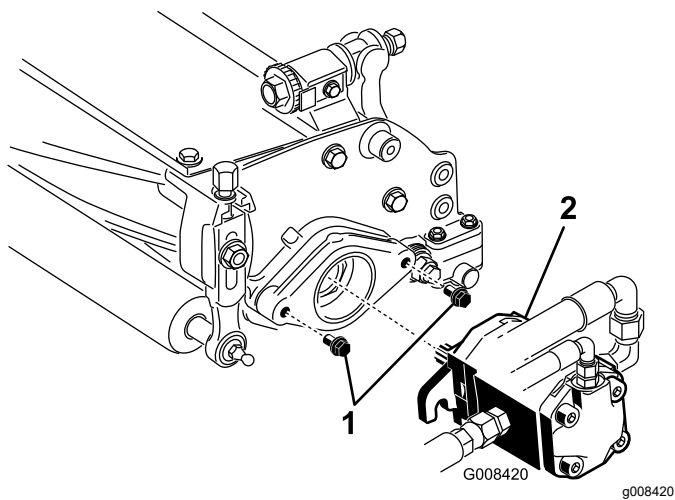

Рисунок 8
7. Убедитесь, что резьба каждого монтажного болта электродвигателя барабана выступает примерно на 13 мм (Рисунок 8).
8. Нанесите на шлицевый вал электродвигателя чистую консистентную смазку и установите электродвигатель, повернув его по часовой стрелке так, чтобы фланцы электродвигателя были отодвинуты от шпилек. Поверните электродвигатель против часовой стрелки так, чтобы его фланцы охватывали шпильки (Рисунок 8).
9. Затяните монтажные болты (Рисунок 8).